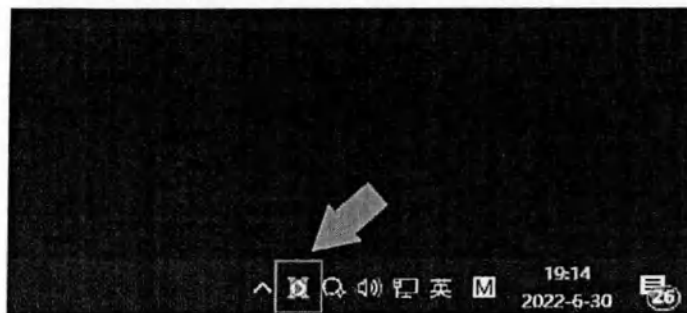

Рис.7-2 Сервер работает.
- По умолчанию сервер запускается автоматически при включении питания компьютера. Если программное обеспечение сервера работает, пользователь может найти значок сервера на панели задач в правом нижнем углу экрана компьютера (Рис. 7-2 Сервер работает.).